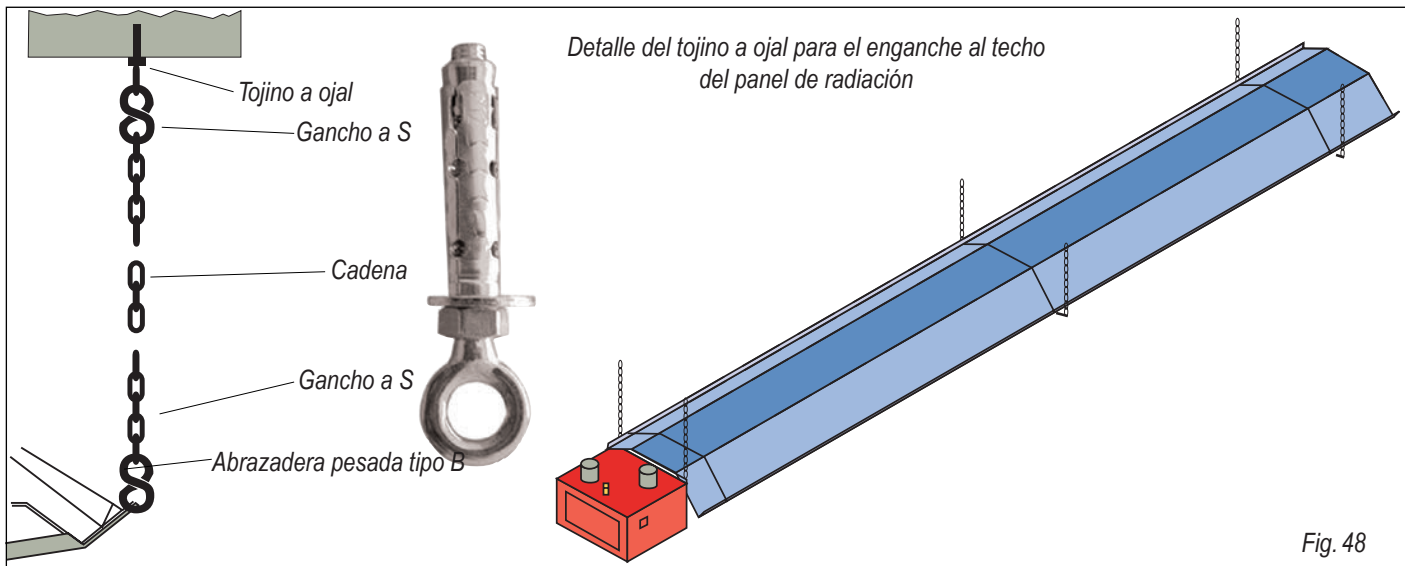

Fig. 48
- Alzar el panel de radiación (totalmente ensamblado en el suelo previamente) hasta la altura de instalación, luego bloquear todo introduciendo y apretando los ganchos a S en las cadenas impidiendo la salida como se muestra en la fig. 48;